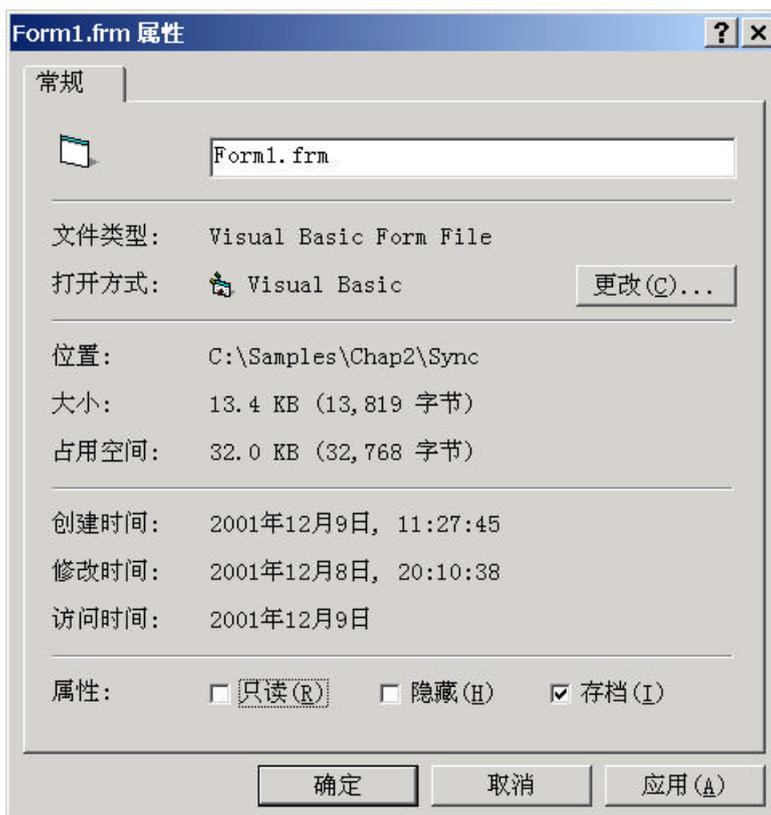

图 6-2 文件只读属性的取消
- 5) 因为从光盘复制的文件是只读属性的，不可以对其进行变更。需要变更时，从浏览器选择要进行变更的文件，按下鼠标右按钮并选择[属性(R)]项目。清除[常规]选项卡里的[只读(R)]复选框的选择，就可以解除文件的只读属性（图 6-2）。